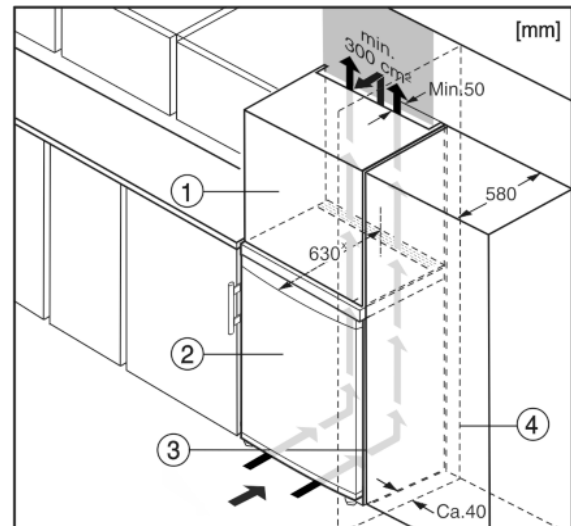

Fig. 5
A készüléket körbe lehet építeni konyhaszekrényekkel. Rá lehet szerelni Fig. 5 (2) egy rátétszekrényt, hogy a készüléket a konyhabútorok magasságához Fig. 5 (1) igazítsa.
Ha (max. 580 mm mélységű) konyhaszekrényekkel építi körül, akkor a berendezést közvetlenül a konyhaszekrény Fig. 5 (3) mellett is felállíthatja. A készülék oldalirányban 34 mmx, a közepétől pedig 50 mmx távolságban nyúlik túl a konyhaszekrény előlapjához képest.
Mikor a berendezést a csuklópántokkal egy fal Fig. 5 (4) mellett állítja fel, akkor a berendezés és a fal közti távolság legalább 40 mm legyen. Ez nyitott ajtó esetén megfelel a fogantyú túlnyúlásának.